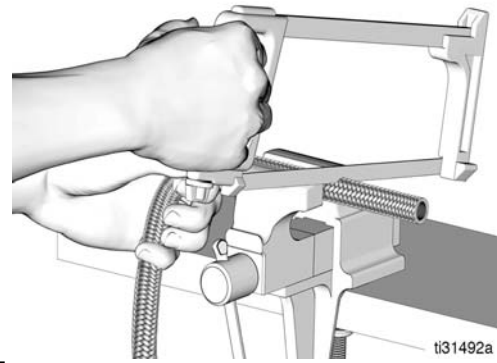

FIG. 57
2. Corte el extremo de la manguera con una sierra de dientes finos o un disco de corte (FIG. 57).